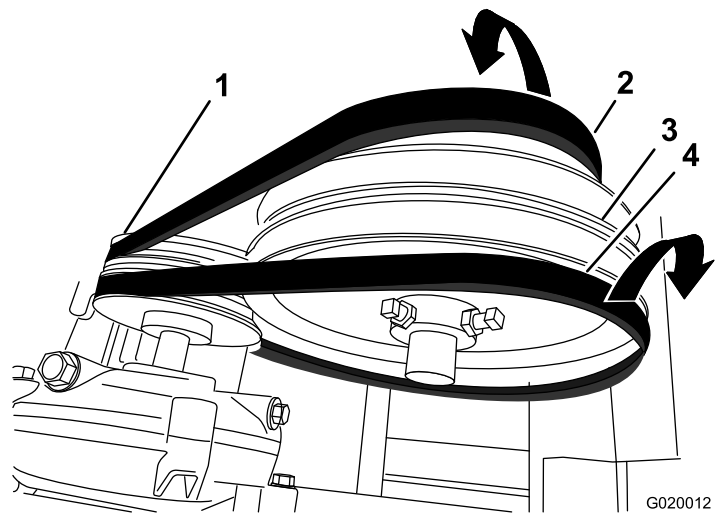

Figure 65
7. Poussez la courroie avant vers l'avant et déchaussez-la de la poulie de tension (Figure 65).
8. Poussez la courroie arrière vers l'arrière et déchaussez-la de la poulie de tension (Figure 65).